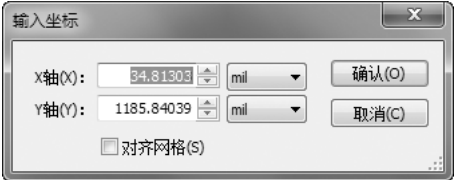

图 12-15 “输入坐标”对话框
- “位置”命令：用于使所选元器件位置的精确确定。选择该命令，系统弹出如图 12-15 所示的“输入坐标”对话框，在该对话框中输入 X 轴、Y 轴坐标。网格的存在能使各种对象的摆放更加方便，更容易满足对 PCB 布局的“整齐、对称”的要求。手动布局过程中移动的元器件往往并不是正好处在格点处，这时就需要勾选“对齐网格”复选框，勾选该命令时复选框，元器件的原点将被移到与其最靠近的格点处。